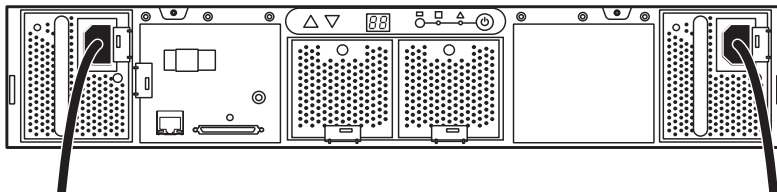

Figura 14 Conecte los suministros de alimentación de la matriz de discos a una fuente de alimentación de CA
6. Conecte el zócalo de entrada de CA de cada suministro de alimentación de la matriz de discos a una fuente de alimentación de CA mediante los cables de alimentación suministrados (Figura 14).